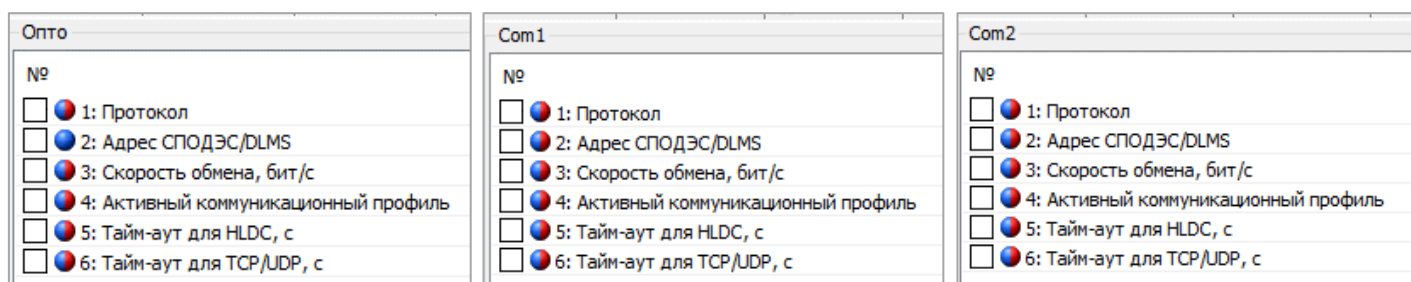

Рисунок 30 – Закладка «Конфигурация→Интерфейсный обмен→Опто/Com1/Com2» для устройства CE 307
5.4.1.1 Настройку интерфейсов связи в ПО AdminTools по протоколу СПОДЭС можно выполнить на вкладке «Конфигурация → Интерфейсный обмен» (рисунок 30). Группы «Опто¹¹», «Com1¹²» и «Com2¹³» позволяют задать индивидуальные настройки для каждого интерфейса связи. Описание параметров, включая и их отображения на ЖКИ и порядок изменения, описано в п. 5.3.2.1. Здесь же можно задать пароль считывателя (по умолчанию 12345678) и конфигуратора (по умолчанию 1234567812345678).